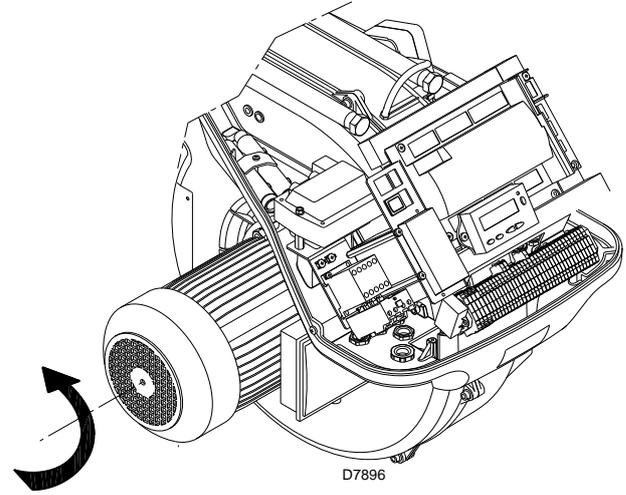

Abb. 31
Schließen Sie die Thermostate/Druckwächter und bringen Sie den Schalter in Abb. 31 in Position "1".
Stellen Sie sich, sobald der Brenner startet, vor dem Kühlgebläse des Gebläsemotors auf und prüfen Sie, ob sich dieses entgegen dem Uhrzeigersinn dreht. Siehe Abb. 31.
- Stellen Sie den Schalter von Abb. 31 in Position "0" und warten Sie ab, dass das Steuergerät die Abschaltphase ausführt;
Der Brenner befindet sich im Wartestatus bei Wärmeanfrage oder der Wahlschalter "0-1" (Abb. 31 auf Seite 36) steht auf Position "0".